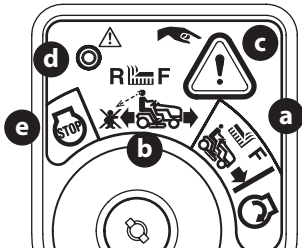

Figura 28
2. Gire la llave de la posición CORTE NORMAL  (a) a la posición MODO DE PRECAUCIÓN DE RETROCESO  (b) del módulo de encendido (Figura 28).
3. Oprima el BOTÓN DE MARCHA ATRÁS  (c) en el ángulo superior derecho del módulo de encendido. La luz indicadora roja (d) que está en el ángulo superior izquierdo del módulo de encendido se mantendrá ENCENDIDA mientras esté activada (Figura 28).
5. Siempre mire hacia abajo y hacia atrás antes y mientras opera en marcha atrás, para asegurarse de que no haya niños en el área. Luego de volver a desplazarse hacia adelante, vuelva la llave a la posición de CORTE NORMAL  (a) (Figura 28).
6. El MODO DE PRECAUCIÓN DE RETROCESO (b)  permanecerá activado hasta que (Figura 28):